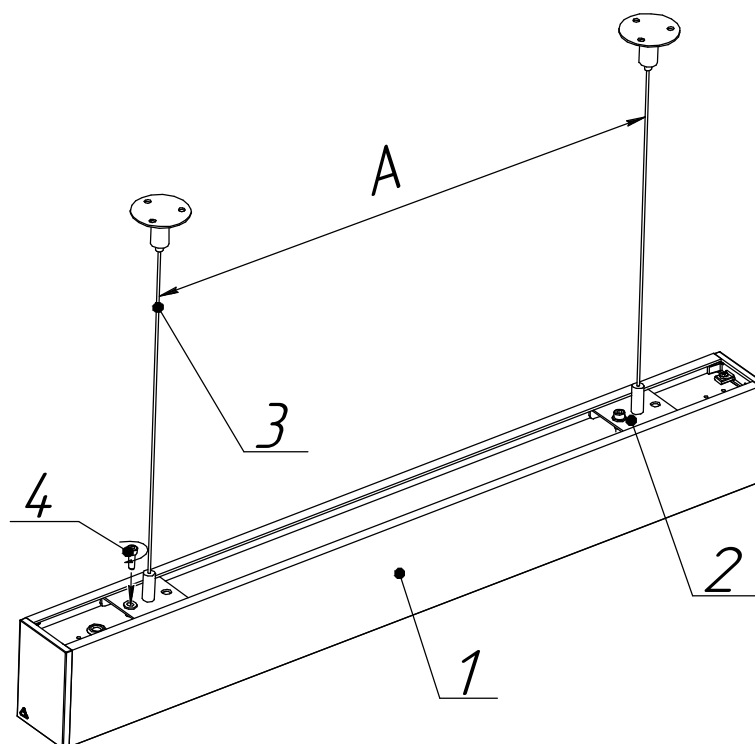

Рисунок 3 - Схема подвеса светильников:
5.4. Установка светильника на тросовый подвес (заказываются дополнительно) (см. рисунок 3):